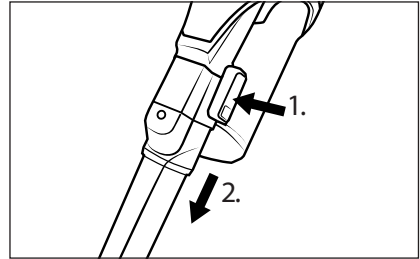

Abb. 15
- ♦ Zum Entfernen des Zubehörs halten Sie die Entriegelungstaste am Zubehör gedrückt und ziehen Sie dann das Zubehör vom Saugrohr **23** oder von der Saugöffnung des Gerätes ab (siehe Abb. 15).